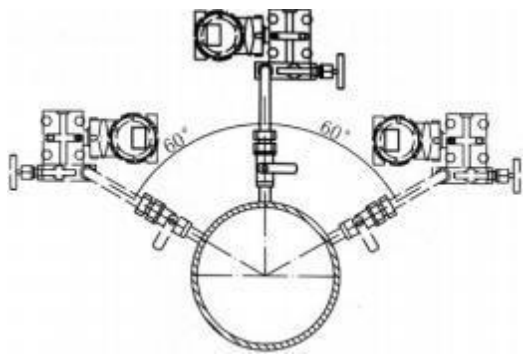

图 6：气体流量测量水平管道安装图
② 如图 6 所示：测量气体介质流量时，取压管口最佳安装角度为 270°，如果在 270°不可能安装时，可在 210°~270°和 270°~330°范围内安装。但差压变送器必须水平安装在三阀组顶水平面上。